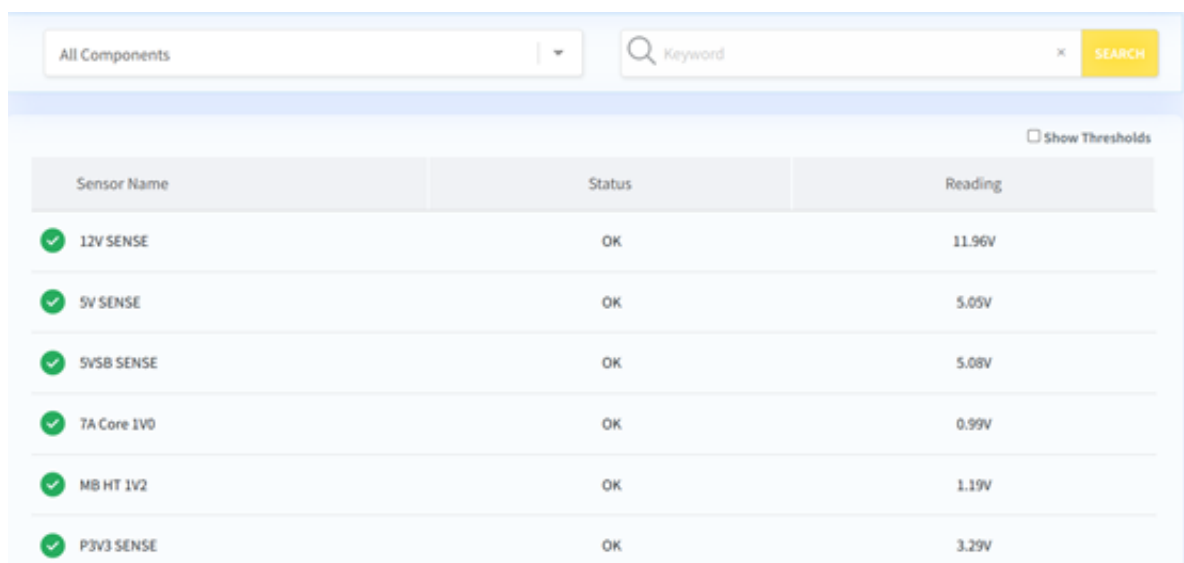

Рис. 69. Окно «Sensors»
- 6) Пройдите во вкладку «Server Information» → «Sensors» в данной вкладке отображается информация о всех датчиках в сервере. Окно показано на рис. 69 Окно «Sensors»